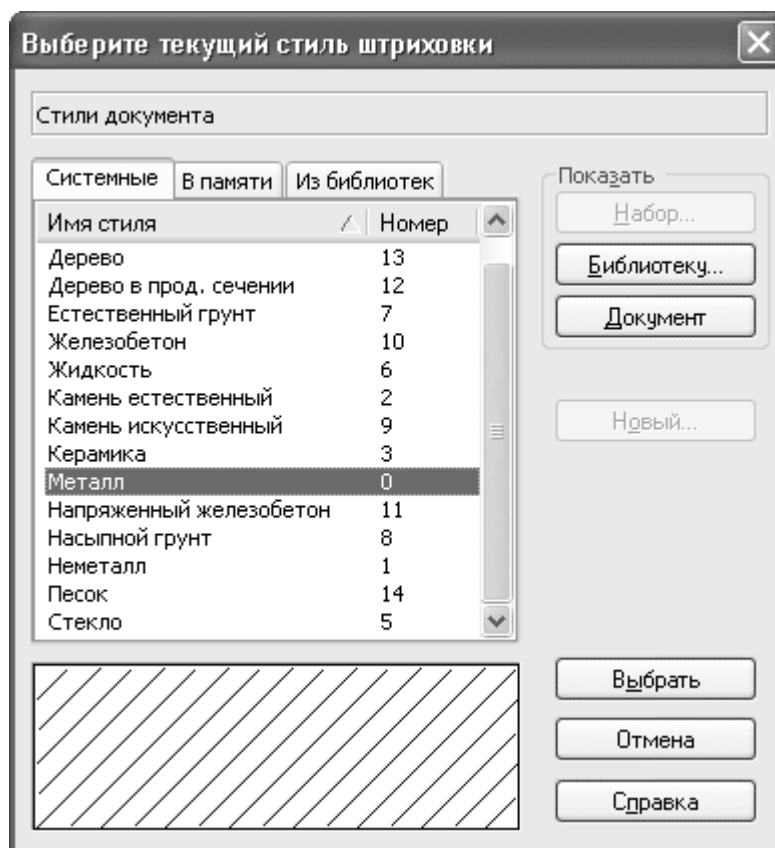

Рис. 2.25. Окно выбора стиля штриховки
2. Появится диалоговое окно Выберите текущий стиль штриховки (рис. 2.25). Щелкните на кнопке Библиотеку и загрузите библиотеку стилей штриховок GRAPHIC.LHS. После этого перейдите на вкладку Библиотека, на которой должны отобразиться различные стили штриховок.